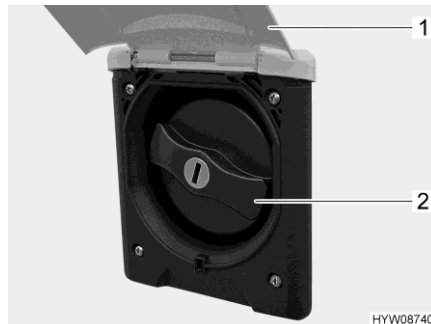

Bild 104 Lock (påfyllningsöppningen för dricksvatten)
- Fäll upp den utvändiga luckan (Bild 104,1).
- Vrid om det blå locket (Bild 104,2) en kvarts varv.